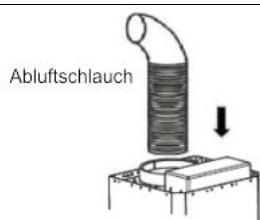

Bild 3
6. Montera frånluftsslangen på frånluftsstutsen (bild 3).